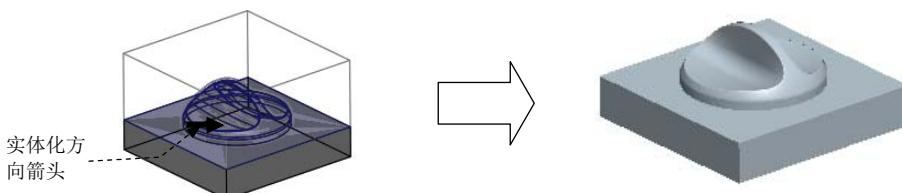

图 11.23 实体化创建下模
- Step3.** 接受图 11.23 所示的系统默认的实体化箭头方向，在操控板中单击 按钮，实体化后的面组如图 11.23 所示。